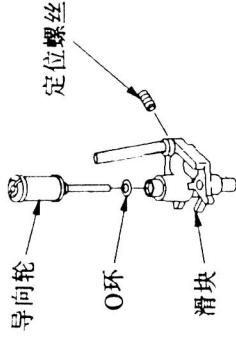

图36
- 步骤: ①如图36所示,放松定位螺丝;
②逆时针方向旋转导向轮并取出之;
③由于O形环在拆卸时是粘着在导向轮上的,须将其取下并安装于新的导向轮上;
④重新安装时,步骤与上述相反;
⑤安装完毕后,须进行磁带行走系统的检查和调整。